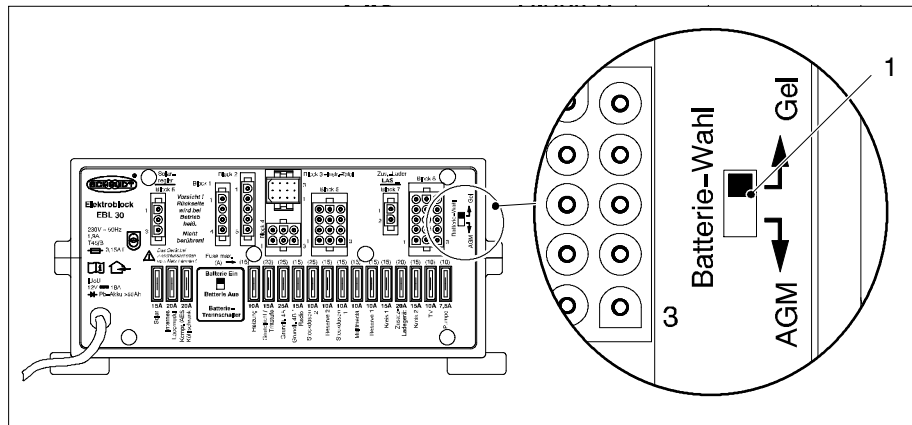

Bild 1 Batterie-Wahlschalter
▶ Den Batterie-Wahlschalter (Abb. 1, Pos. 1) mit einem dünnen Gegenstand (z. B. Kugelschreibermine) in die entsprechende Position bringen: